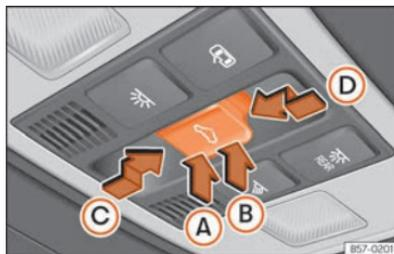

Abb. 66 Im Dachhimmel: Bedienelement für Panorama-Schiebedach.
Der Taster (Abb. 66) hat zwei Stufen. In der ersten Stufe kann das Glasdach ausgestellt sowie ganz oder teilweise geöffnet oder geschlossen werden.
- Innerhalb von etwa 5 Sekunden nach der Aktivierung des Einklemmschutzes, drücken Sie die Taste (Abb. 66) bis zur zweiten Stufe in Pfeilrichtung bis das Dach vollständig schließt.